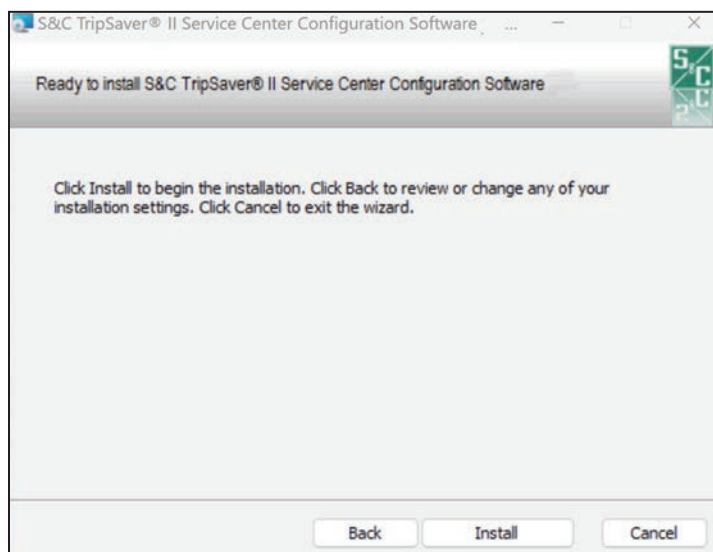

Figura 6. Caixa de diálogo Pronto para Instalar.
PASSO 5. Com a pasta de instalação selecionada, a caixa de diálogo Ready to Install (Pronta para Instalar) é exibida. Ver Figura 6. Clique no botão **Install** para iniciar a instalação. Clique no botão **Back** para revisar ou fazer alguma alteração nos ajustes, ou clique no botão **Cancel** para sair do processo de instalação.